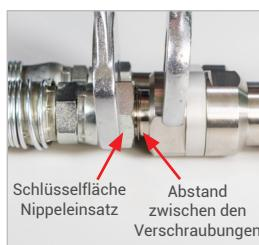

Abbildung 9
- ▶ Verdecken Sie nicht den Bereich zwischen den Verschraubungen (Abbildung 9). Hier muss der Druck beim Lösen ungehindert entweichen können. Achten Sie auf einen ausreichenden Sicherheitsabstand vom Körper, Gesicht und den Händen beim Lösen der Verschraubung
- ▶ Lösen Sie die Verschraubung des Füllschlauches am Anschluss „B2“ des Nippel-einsatzes (Pos. 7) der Abreißsicherung. Halten Sie hierzu an der Schlüsselweite SW(2) des Nippeleinsatzes gegen (Abbildung 9).
**Achtung:** Verdecken Sie nicht den Bereich zwischen Füllschlauch und Abreißsicherung (Abbildung 9).